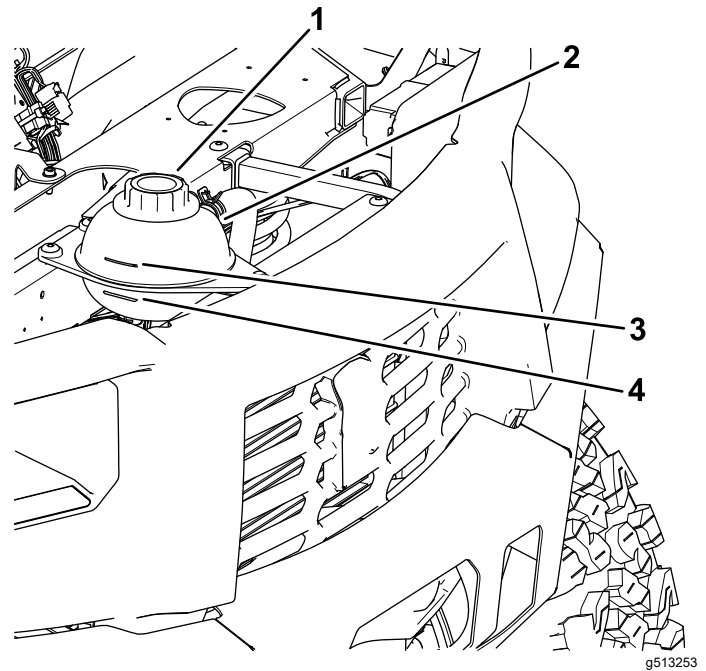

Figura 54
4. Compruebe el nivel de refrigerante del depósito de refrigerante (Figura 54).